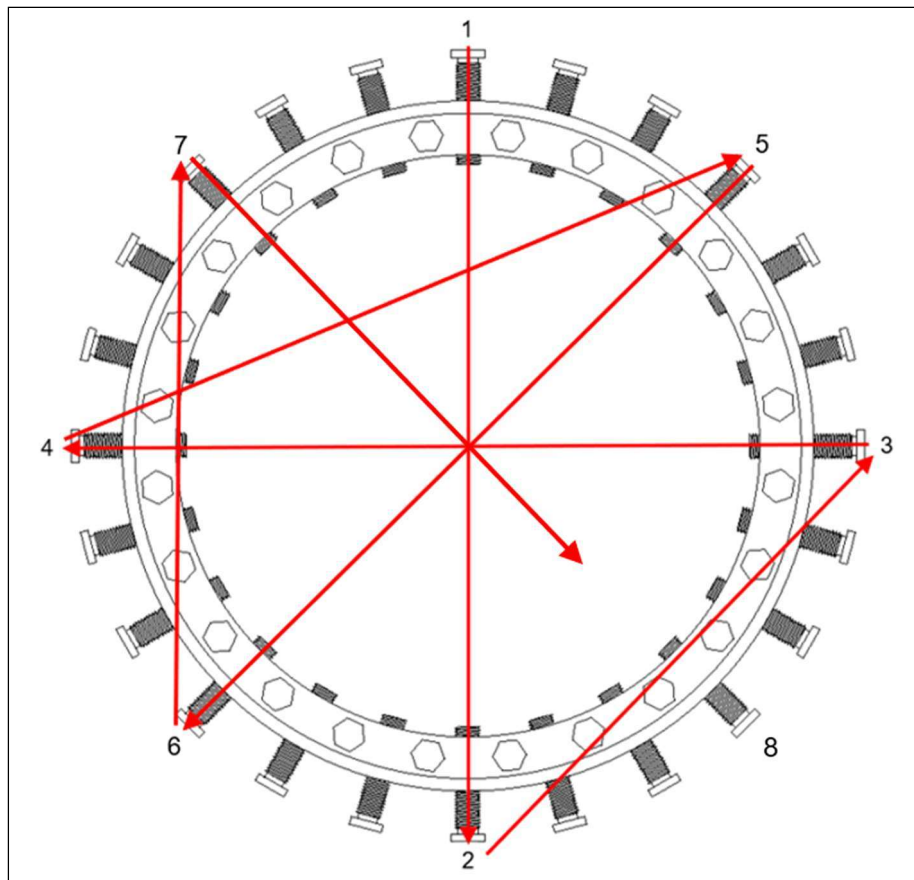
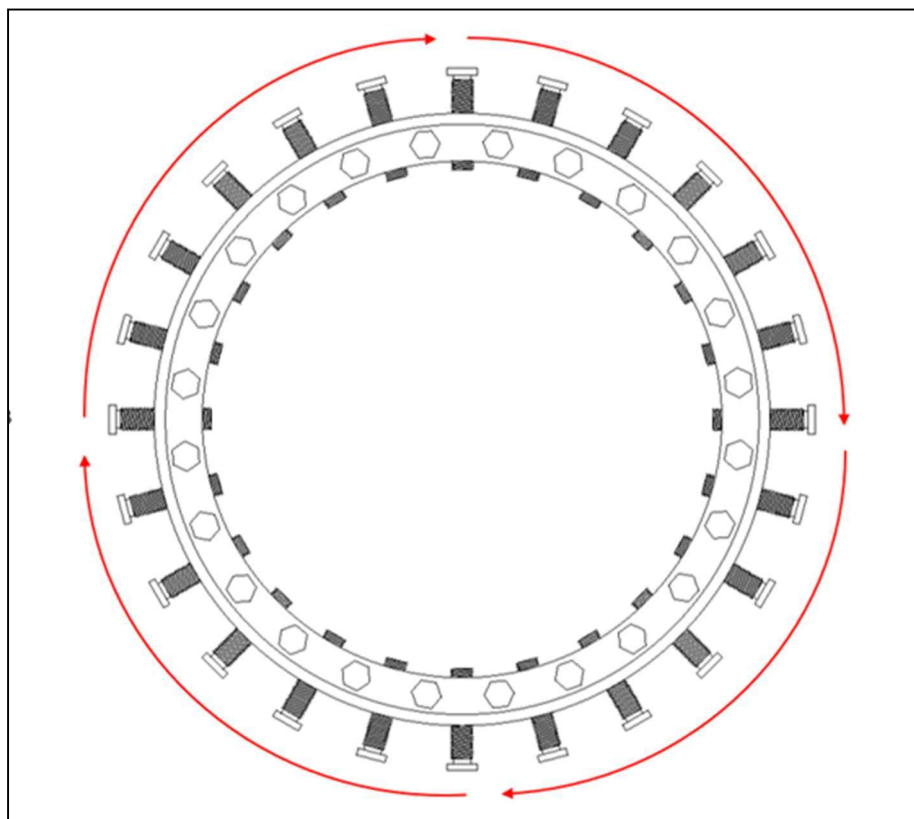

Figura 3
Figura 4
9. Los tornillos de sujeción deben apretarse de manera uniforme, mientras se mantiene un espacio igual entre el tubo y el accesorio. Apriete los tornillos de sujeción uno a la vez en una secuencia repetida que coincida con la Figura 3. La primera vez a través de la secuencia, apriete los tornillos al 25% del par de apriete. La segunda vez, apriete los tornillos al 50% del par de apriete. La tercera vez, apriete los tornillos al 100% del par de apriete. A continuación, siga una secuencia de apriete circular que coincida con la Figura 4, con un par de apriete del 100%, hasta que los tornillos de sujeción no puedan seguir girando. Una vez logrado esto, se puede apretar el siguiente juego de tornillos de sujeción en el otro lado del acoplamiento soldable "PLIDCO Weld+Ends" utilizando este mismo procedimiento.